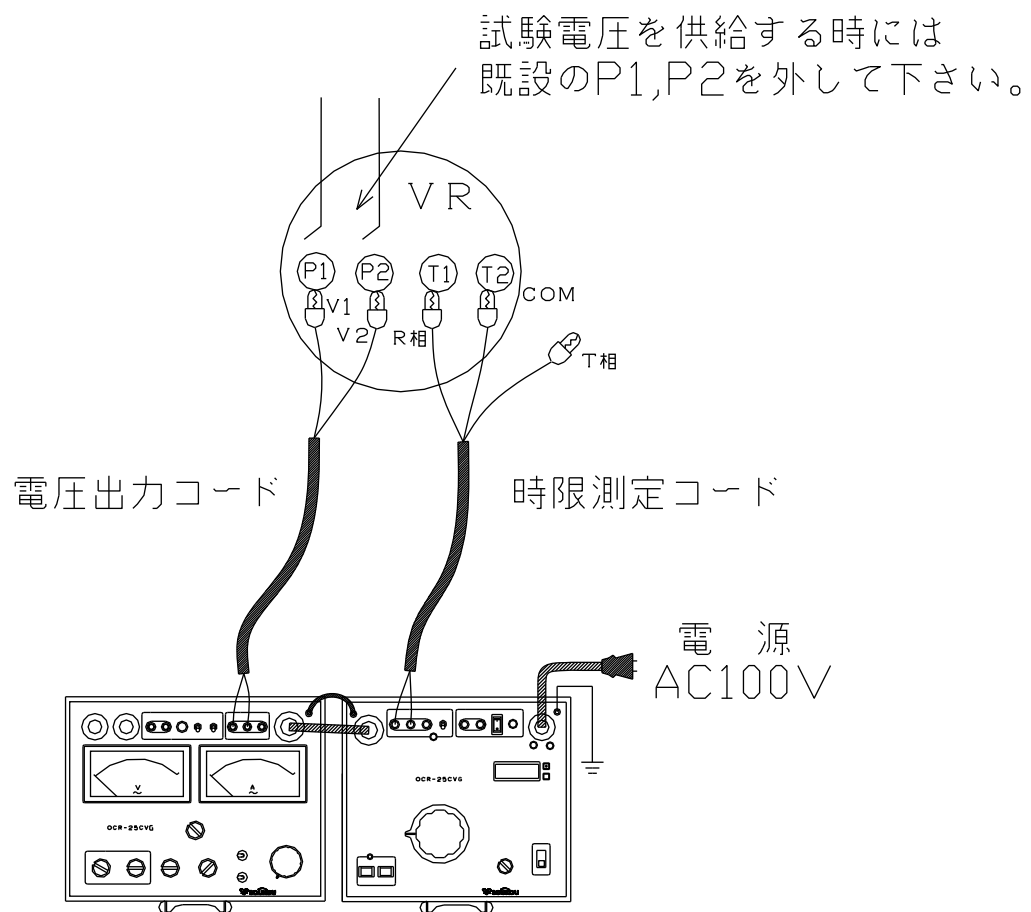

図18：試験回路図(停電状態)
5. 以上のような点を注意し、試験回路を構成します。(図18)